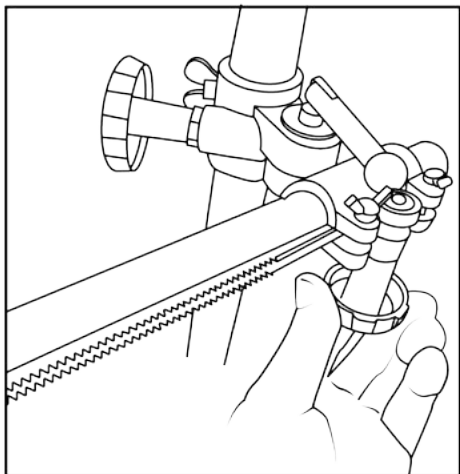

Рис. 6
8. Поворотом регулятора горизонтального хода, установите необходимое положение штанги (Рис.6).